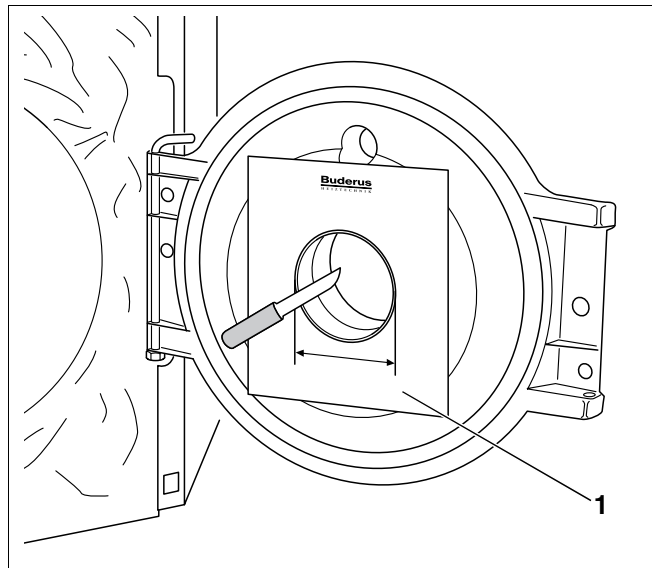

Fig. 17 Découper l'isolation de la porte
Utilisez le gabarit joint à la livraison (fig. 17, pos. 1).